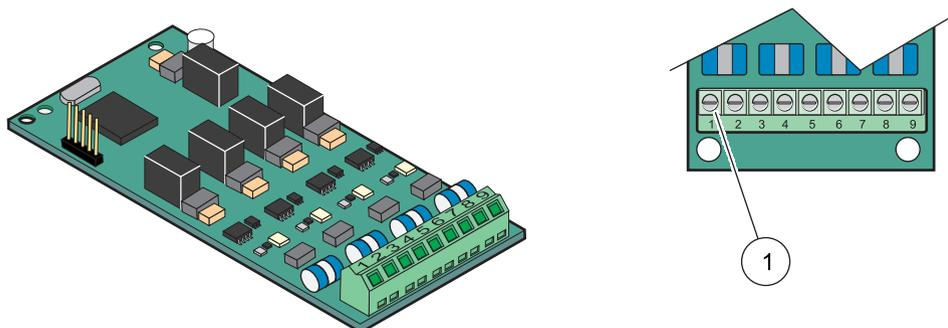

Figura 23 Conexões do cabo (YAB019) do cartão de saída
4. Passe o cabo pela base do módulo e prepare adequadamente e insira cada fio no terminal de acordo com Figura 23 e Tabela 6. Puxe gentilmente cada inserção para ter certeza que a conexão está segura.